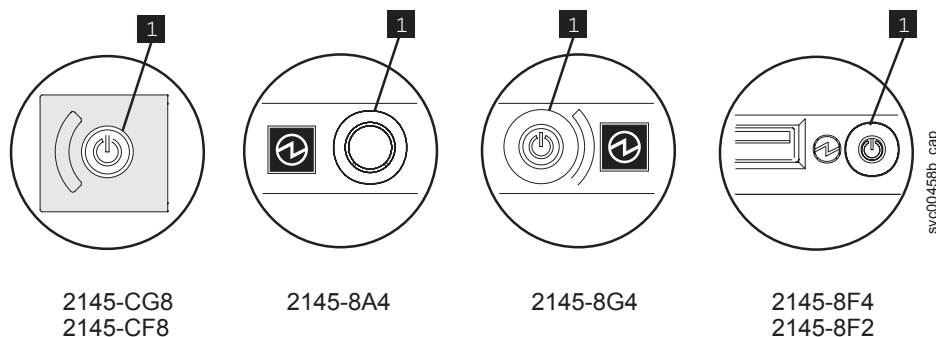

図 89. SAN ボリューム・コントローラー モデル 2145-CG8、2145-CF8、2145-8A4、2145-8G4、および 2145-8F4 または 2145-8F2 電源制御ボタン
3. 図 89 に示した SAN ボリューム・コントローラー モデル 2145-CG8、2145-CF8、2145-8A4、2145-8G4、および 2145-8F4 または 2145-8F2 の電源制御ボタン **1** を押して放します。SAN ボリューム・コントローラーの電源が切れるまで 1 分間待ちます。クラスター内の他のノードによってノード欠落のエラー・コードが表示されても、無視してください。保守手順が完了した時点で、このエラーは自動的に解決されます。